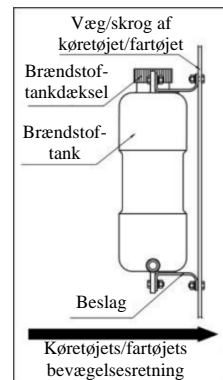

Fig. 16 Montering af brændstoftanken
Overvej, hvor nemt det er at fylde brændstof på, når du monterer brændstoftanken (fig. 16). Installer brændstoftanken på en sådan måde, at mængden af brændstof og dets potentielle lækager fra indløbet, brændstofsugestudsene eller tilslutningerne kan kontrolleres visuelt.
**Brændstoftanken skal monteres med den brede side vinkelret på køretøjets/fartøjets bevægelsesretning (se fig. 16).**